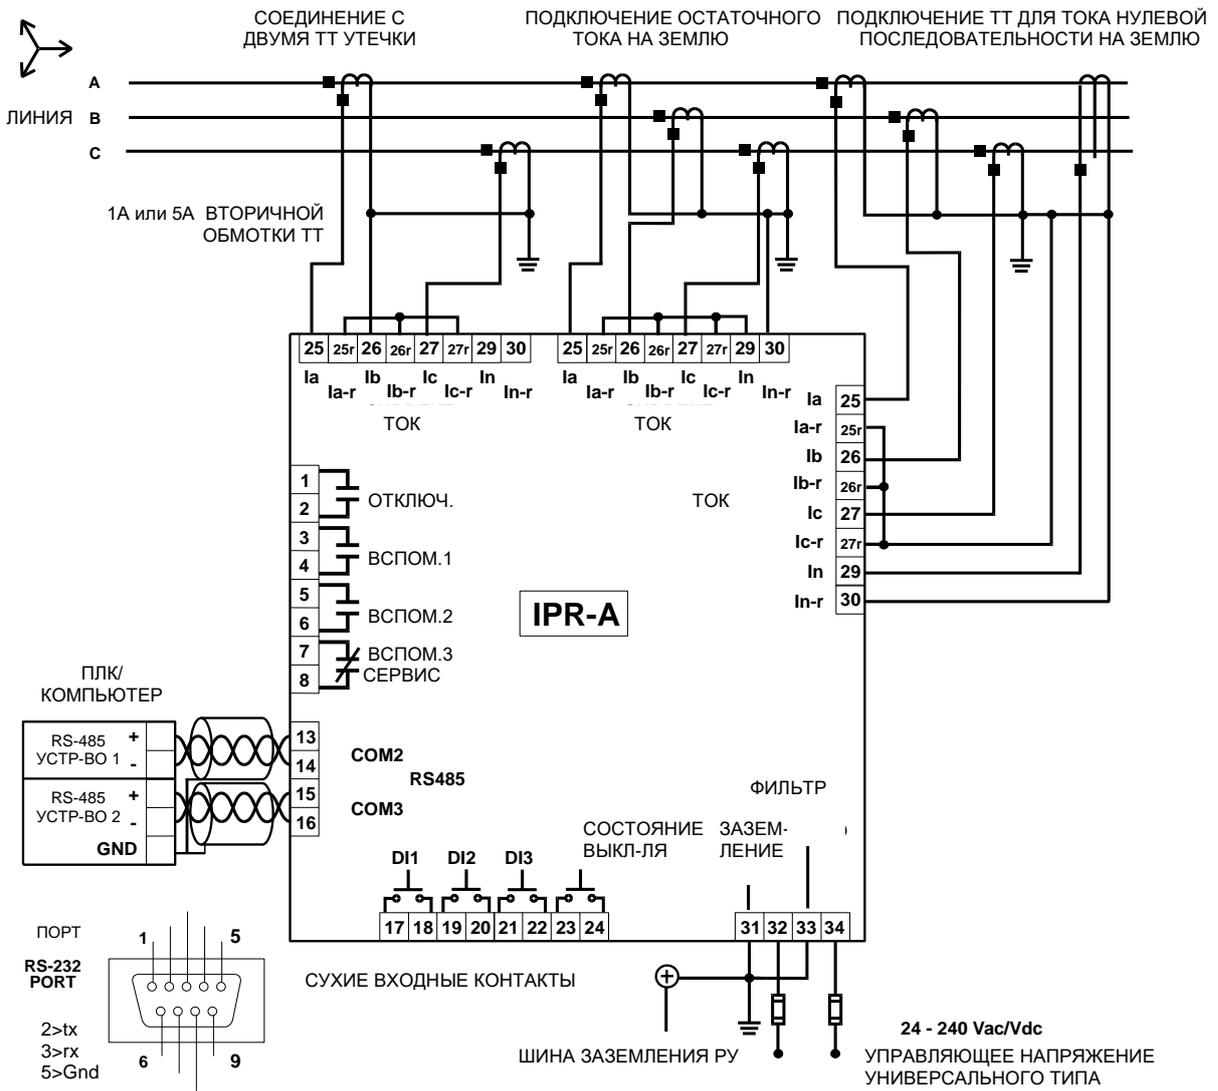

Рисунок 2.3 – Схема соединений
- На Рис. 2.3 релейные контакты представлены в ситуации отсутствия питания.
3 или 4 трансформатора, которые обеспечивают ток, пропорциональный фазовому или току на землю, следует подсоединить к клеммам с н° 25 по н° 30 [→ Рис. 2.3].
Обычно для измерения тока утечки на землю реле IPR-A используется подключение остаточного тока на землю [→ Рис. 2.3].
Следует обращать внимание на правильную полярность при подсоединении трансформаторов ТТ к реле. Клеммы вторичной обмотки ТТ (обычно с пометкой S1) соединяются с клеммами **Ia** или **Ib** или **Ic** на реле. Все ТТ следует ориентировать одинаково, а точки, указывающие направление магнитных потоков, соединяют, как показано на Рис. 2.3.
Выполнить заземление экрана только в одной точке [→ Рис. 2.3] во избежание контуров заземления.